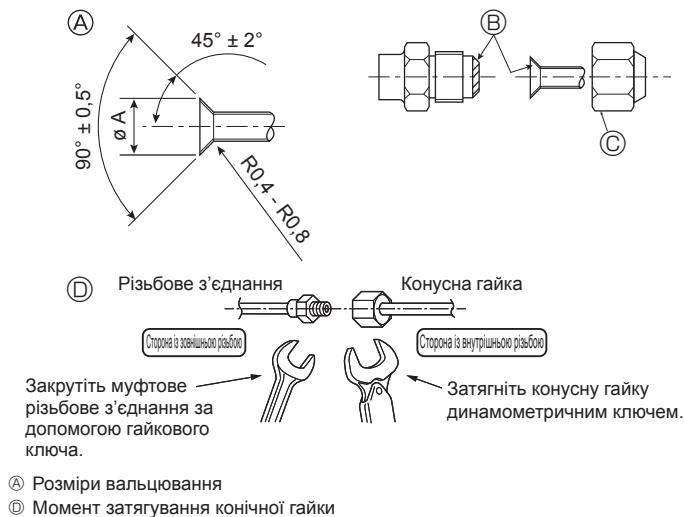

Fig. 4-6
А (Fig. 4-6)
Д (Fig. 4-6)
4.4. З'єднання труб (Fig. 4-6)
- Нанесіть тонкий шар холодоїльної оливи на поверхню труби й ущільнення швів перед тим, як затягнути конусну гайку. ①
- Нанесіть машинну холодоїльну оливу на всю поверхню посадки конуса. ②
- Для поданих нижче розмірів труби використовуйте конічні гайки. ③
- Для затягування трубних з'єднань використовуйте два ключі. ④